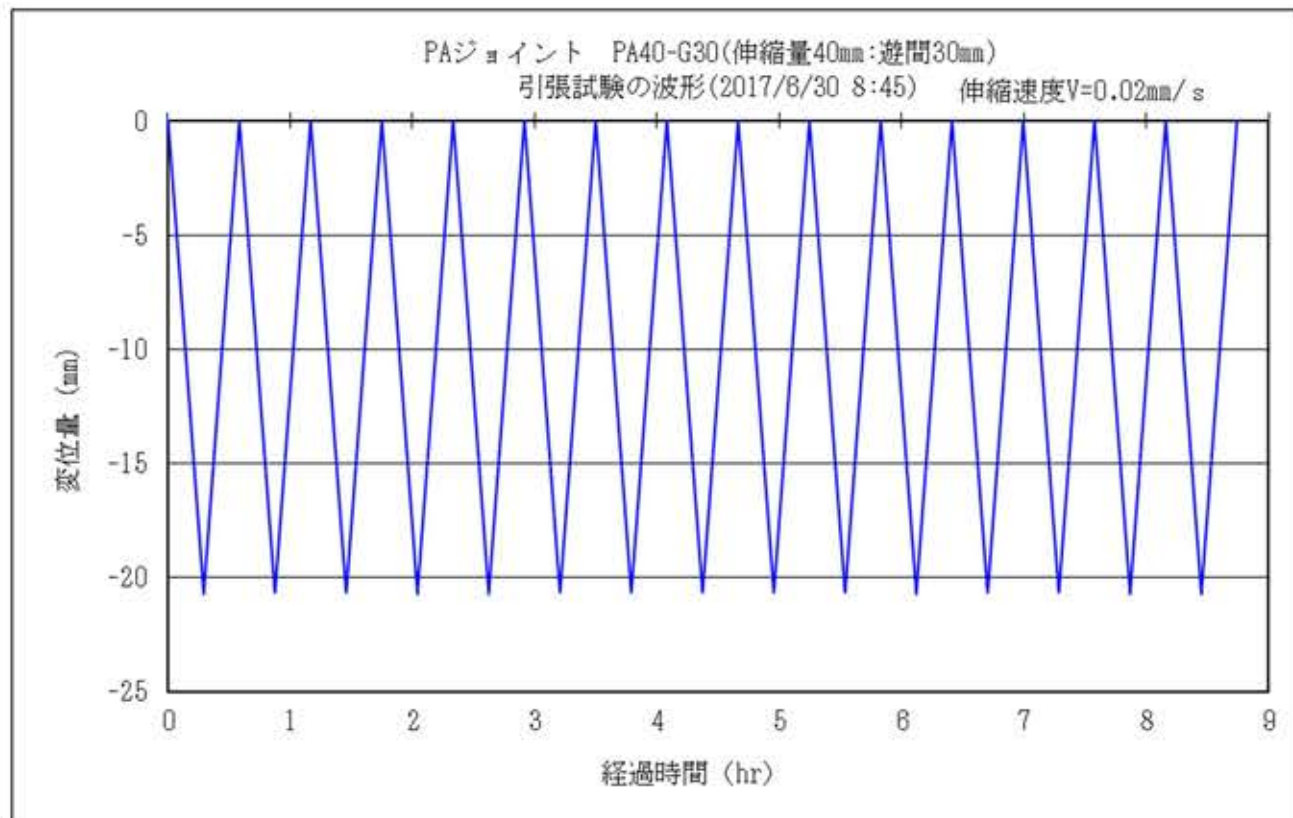
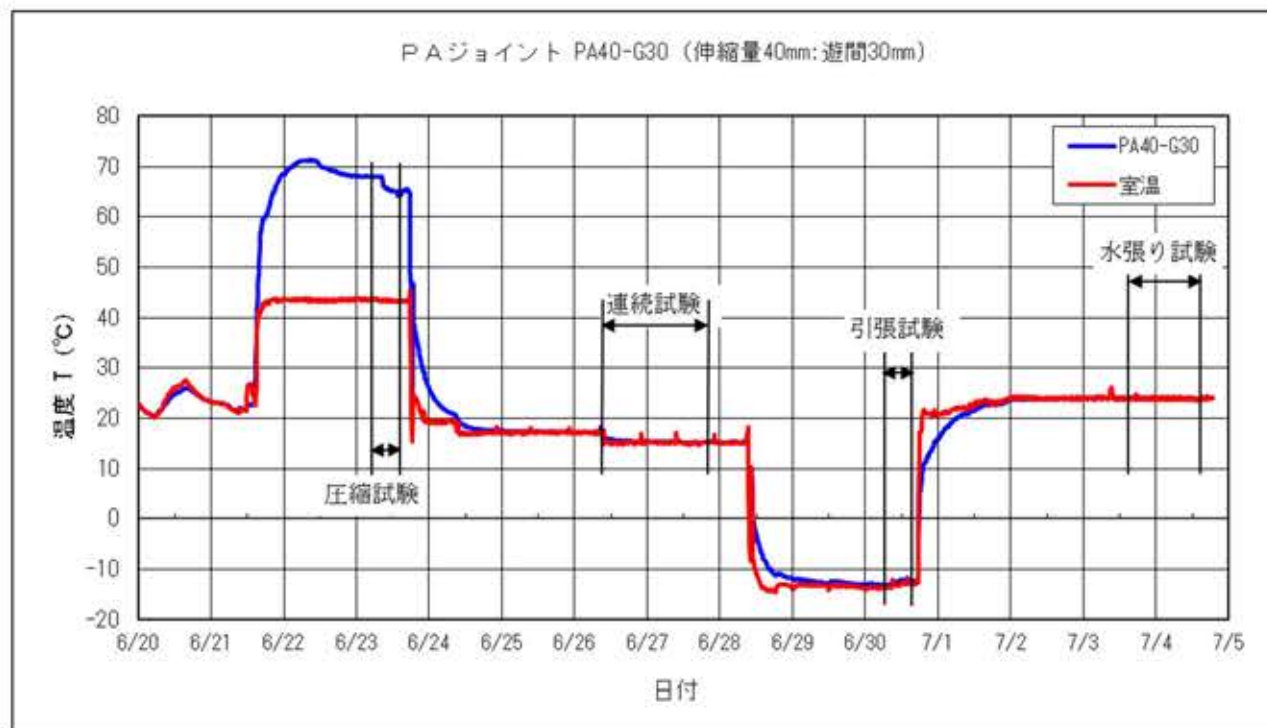

図3 引張試験時の時間-変位の履歴曲線
図4 試験時の温度履歴曲線
引張試験	図 3 参照（温度履歴は図 4 参照）。
①供試体寸法（mm）	幅：310 mm 長さ：400 mm 高さ：50 mm
②時間－変位の履歴曲線	図 2 参照（温度履歴は図 4 参照）。
③目視による変状の有無	有	無	（状況）異常なし。
④漏水の有無	有	無	（状況）異常なしのため、簡易水張りは未実施。